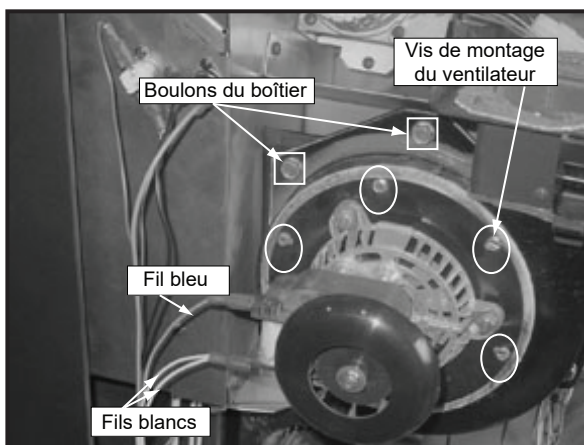

Figure 25.2
- Enlevez les vis du boîtier qui retiennent le ventilateur de tirage (pas les boulons du boîtier), **Figure 25.2** et enlevez le ventilateur de tirage. Le ventilateur de tirage de remplacement est livré avec un boîtier. Si vous n'avez pas besoin du boîtier, jetez-le. Si vous avez besoin de remplacer le boîtier, vous devrez aussi remplacer le joint. Les références des pièces de rechange figurent à la **page 32**.